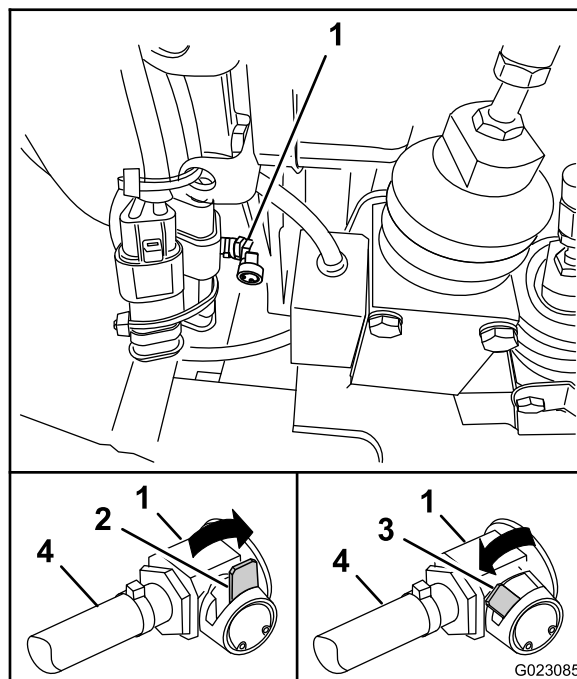

Figure 57
- Localisez le robinet de vidange d'huile dans la partie inférieure avant du moteur (Figure 57).
- Tournez le levier dans le sens antihoraire pour ouvrir le robinet de vidange (Figure 57).
- Lorsque la vidange de l'huile moteur est terminée, tournez le levier dans le sens horaire pour fermer le robinet de vidange d'huile (Figure 57).